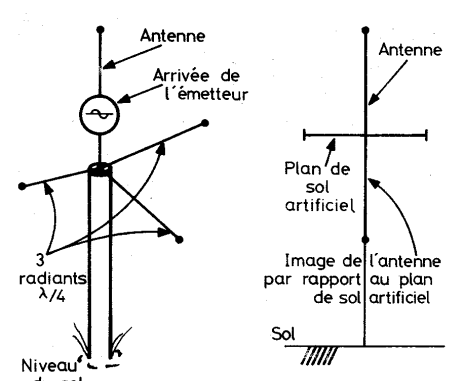
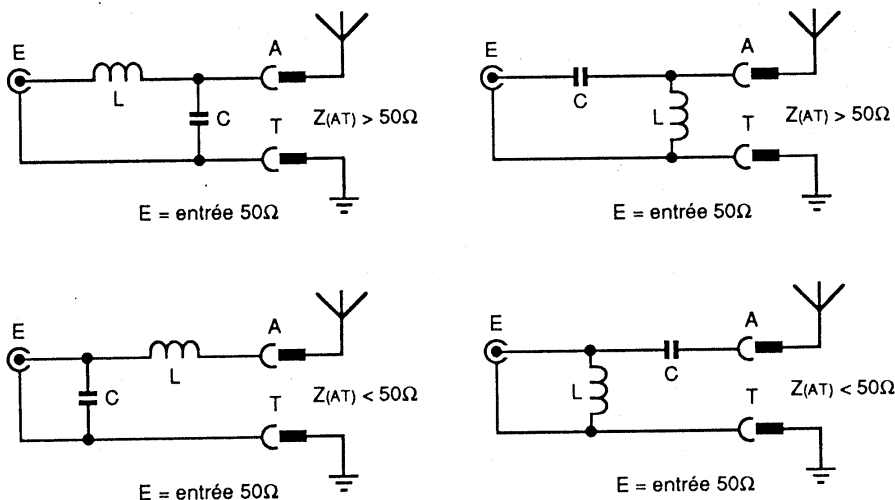

Fig. 5 – L'association de 3 radiants dans l'antenne « ground plane » reconstitue un plan de sol artificiel
Fig. 6 – Circuits en « L » ; dans l'ordre :
(voir fig. 5): c'est le cas de l'antenne « ground plane ». Dans le cas de l'antenne Marconi, on ne pourra donc se passer de prise de terre mais l'utilisation d'un radiateur permettra d'être moins exigeant sur sa qualité, et même de s'en passer pour un trafic en portable!
- le **réseau en « L »** (fig. 6) qui est à la base de tout les autres. La fig. 5 montre les configurations possibles d'un circuit en L. Suivant leur configuration, ces fonctionnent en abaisseur ou élévateur d'impédance selon le branchement.